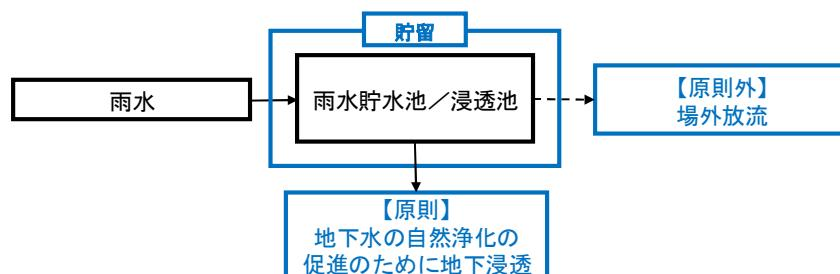

図 1 雨水貯水池並びに浸透池における雨水の管理のイメージ
本マニュアルでの主要な対象施設は、土堰堤を含む処分地全体となるが、このうち雨水貯水池（最大容量約 62,000m³：管理道 TP+4.3m まで貯留した場合）と浸透池（嵩上げ後の最大容量は、⑯が約 2,500m³、㉕が約 2,200m³、D 西が約 2,700m³）、土堰堤、地下水の水質計測の観測井（⑪、㉩、㉪、D 西-1、B 5）、導水管、管理道及びリバウンド対策用の施設（揚水井、電線等）は自然浄化対策の関連施設であり、その運用もその対象となる。このため雨水は地下水の自然浄化対策として活用し、図 1 に示すように原則、地下浸透させる。後述するように、台風等の大暴雨時には表面水を放流する場合もある。